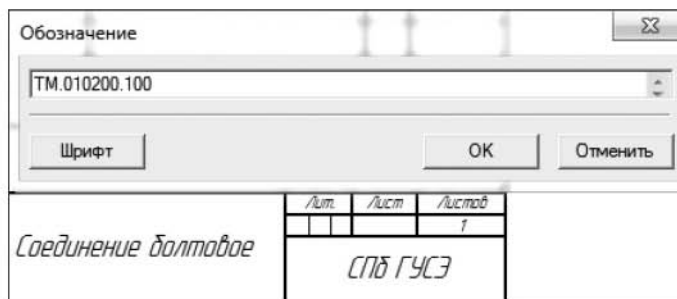

Рис. 6.16. Заполнение графы Обозначение
6. Для того чтобы увидеть основную надпись спецификации, нажмите на кнопку Просмотр . Заполните основную надпись спецификации, щелкнув левой клавишей мыши на нужном поле (рис. 6.16). Сохраните документ.